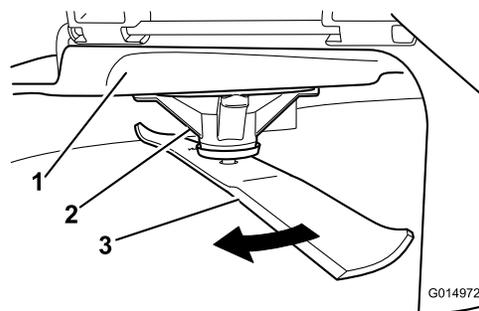

Рисунок 74
2. Одягаючи рукавички з товстими підкладками або інший належний засіб захисту рук, повільно поверніть ніж в положення, яке дозволяє вимірювати відстань між ріжучою кромкою та рівною поверхнею, на якій знаходиться пристрій (Рисунок 74).